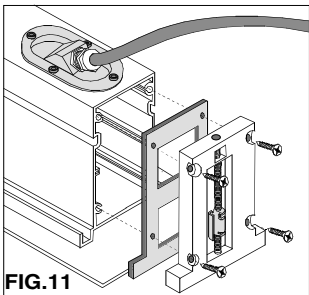

FIG.11
- Svitare la testata laterale con relativa guarnizione (lato copertura alimentazione) e sfilare la piastra portalampe **FIG.11**
- Unscrew the lateral head with its gasket (side of the supplying covering) and take off the lamp holder plate **FIG.11**
- Dévisser les embouts latéraux avec leurs joints et retirer la platine à douilles. **FIG.11**
- Den Seitenkopf mit Dichtung abschrauben und die Lampenfassungsplatte abziehen **BILD 11**